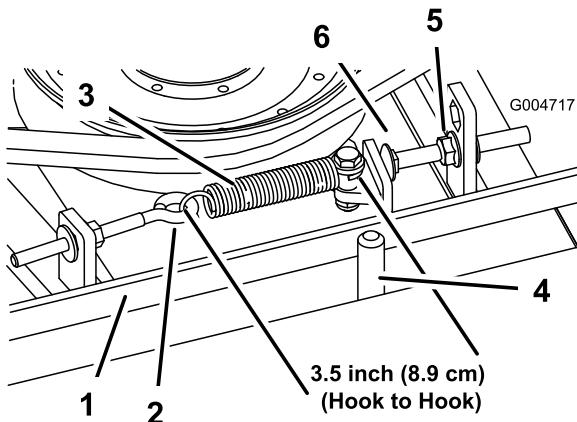

Figure 70
entre la tête du boulon et le bras de la poulie de tension (Figure 70).
Remarque: La courroie doit être placée du côté ressort du guide (Figure 70).
2. Desserrez le boulon à œil pour pouvoir enlever le ressort d'extension (Figure 70).
3. Desserrez l'écrou à embase qui fixe le boulon de butée à la patte de montage. Reculez l'écrou suffisamment pour que le bras de la poulie de tension passe le boulon de butée (Figure 70). Eloignez la poulie de tension de la courroie pour détendre cette dernière.
- Remarque:** La courroie doit être placée du côté ressort du guide (Figure 70).
8. Raccrochez le ressort d'extension (Figure 70) au boulon à œil et tendez la courroie comme suit :